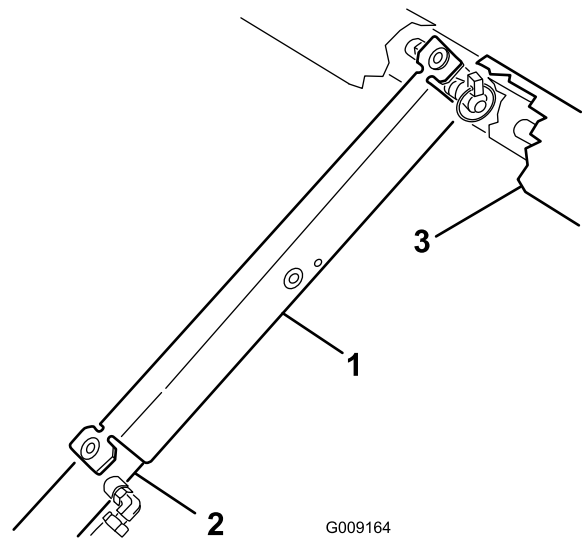

Bild 12
9. Schieben Sie die Ladepritschenstütze auf die Zylinderstange. Achten Sie darauf, dass die Stützenendnasen auf dem Ende der Zylindertrommel und auf dem Ende der Zylinderstange aufliegen (Bild 12).